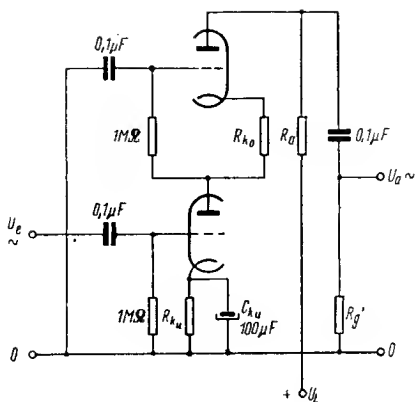

Bild 20. NF-Kaskodenvorstufe
Verwendung in NF-Verstärkern erfolgte bisher nur vereinzelt, obwohl es keinen stichhaltigen Grund für die Ablehnung dieser Schaltung gibt (Bild 20). Ihr Aufbau mit modernen Doppeltrioden läßt sich auf kleinstem Raum durchführen, ihre Verstärkung ist höher als die einer Pentode, sie benötigt im Gegensatz zur Pentode keine Schirmgitterspannung. Besonders in sehr empfindlichen Anfangsstufen bietet sie — auf Grund ihres geringen Rauschens — gegenüber der Pentode große Vorteile: Die Rauschspannung einer als Kaskode geschalteten ECC 81 beträgt für eine Bandbreite von 50 kHz (NF) etwa 1 bis 2  $\mu$ V.